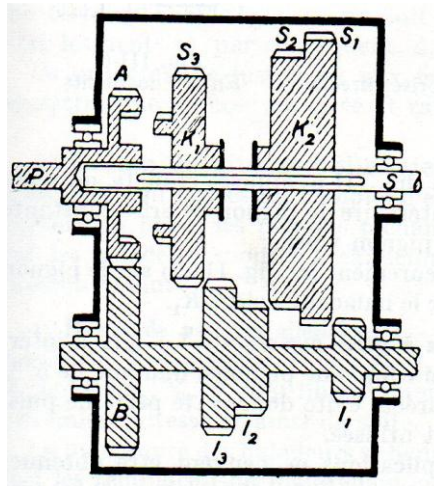
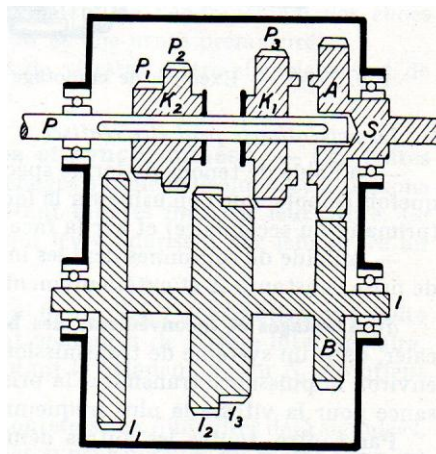

Figure I.3. Boîte de vitesses à prise constante avant (4 vitesses)
Figure I.4. Boîte de vitesses à prise constante arrière (4 vitesses)
2- Boîte de vitesses à prise directe (figures I.3 et I.4).
L'un des deux arbres, le primaire P (fig. I.3) ou le secondaire S (fig. I.4) est relié constamment avec un troisième arbre (l'intermédiaire I) au moyen de deux pignons non coulissants A et B, appelés pignons de prise constante. La prise constante se trouve, suivant les dispositions, à l'avant ou à l'arrière et les pignons I1, I2... de diamètre décroissant sont clavetés sur l'arbre intermédiaire.
- à l'aide de couronnes dentées intérieurement (cf. figure I.3) sur le pignon de prise constante A et extérieurement sur le baladeur voisin K1.